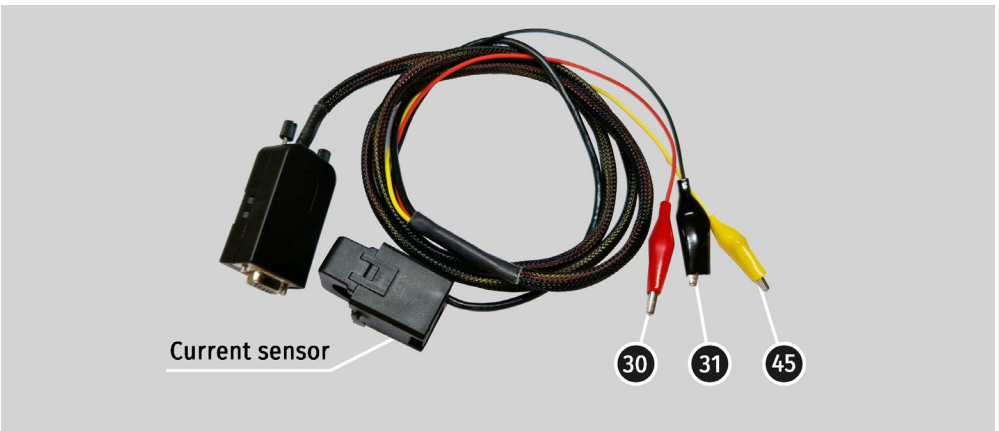
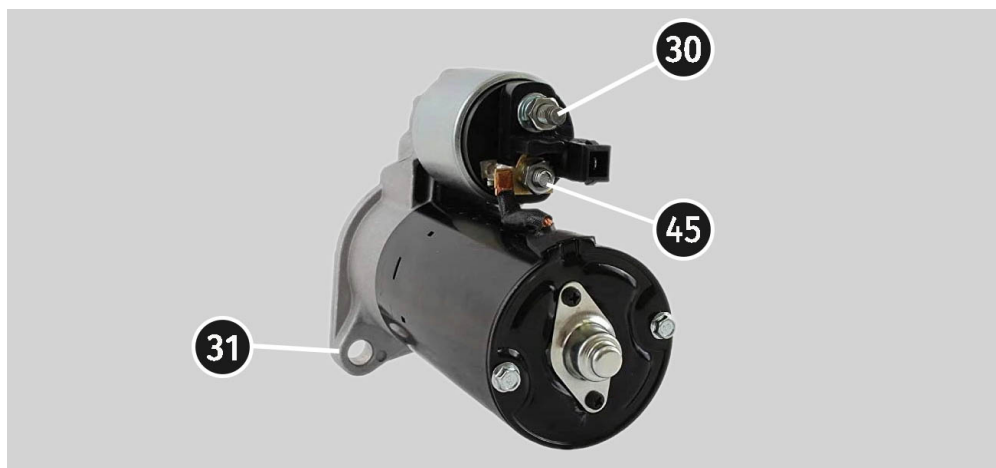

Bild 1: Merkmale des Kabels
Bild 2: Anschlüsse des Anlassermotors
Das Kabel MS-33503A besitzt drei Krokodilklemmen und einen Stromsensor, siehe Bild 1. Bild 2 zeigt, wie das Kabel mit den Anlasseranschlüssen verbunden werden muss.
1. Verbinden Sie das Kabel MS-33503A mit dem Tester MS016(A) und stecken Sie diesen durch die USB-Buchse an den Strom an.
2. Nachdem der Tester angeschaltet und der Anlasser-Testmodus aktiviert wurde, bringen Sie die rote und die gelbe Krokodilklemme wie in Bild 2 gezeigt an und drücken Sie den „>0<“ Knopf.